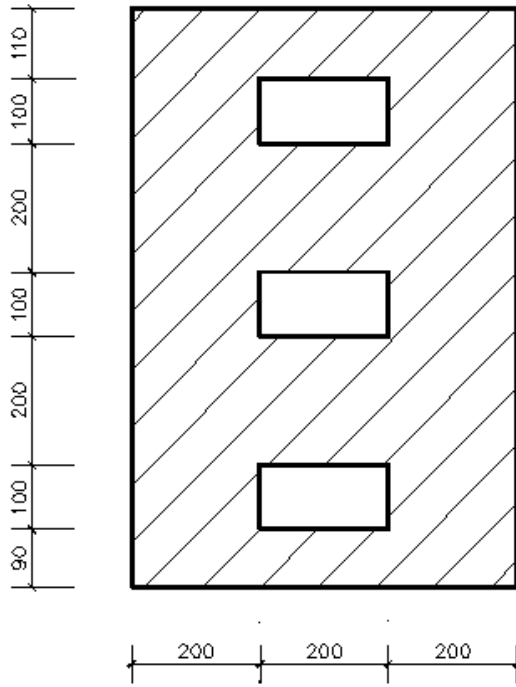
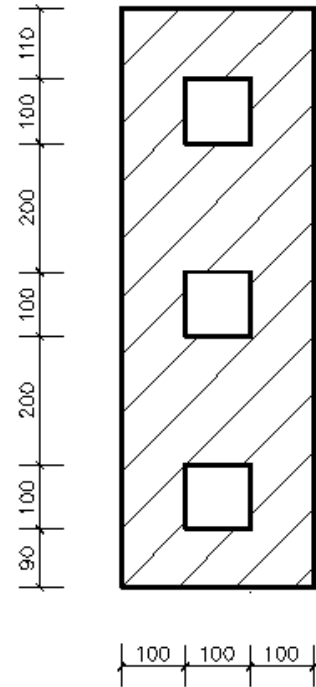

图 2 模型结构正立面允许区域
图 3 模型结构侧立面允许区域
6、立面要求：模型结构四周墙体上必须留出如图 2、图 3 所示的空白区，在该区域内墙体上不允许有任何构件，即墙体上的构件应布置在图 2 及图 3 所示的阴影部分之内。